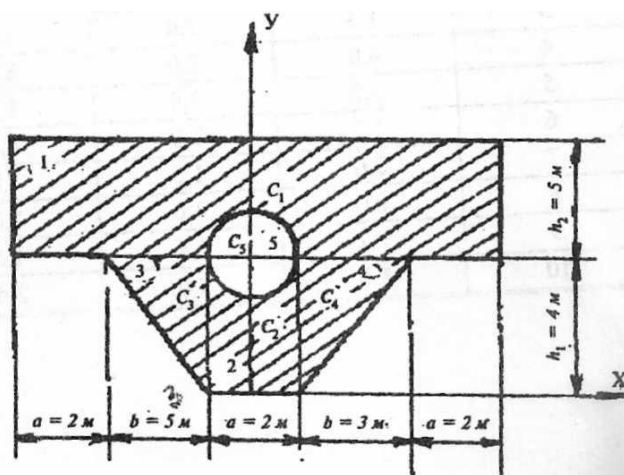

Рисунок 3.1- Сечение для расчета центра тяжести
Пример. Определим положение центра тяжести сечения, состоящего из простых геометрических фигур (рисунок 3.1).
1. Чертим сечение в масштабе 1:200 (рис. 3.1).